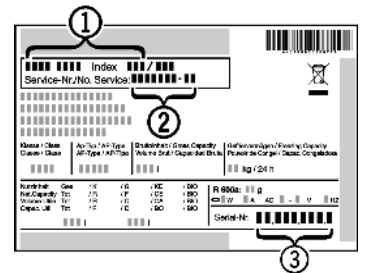

Fig. 20
- ▶ Обратитесь в сервисную службу и сообщите вид неисправности, наименование устройства Fig. 20 (1), сервисный № Fig. 20 (2) и серийный № Fig. 20 (3).